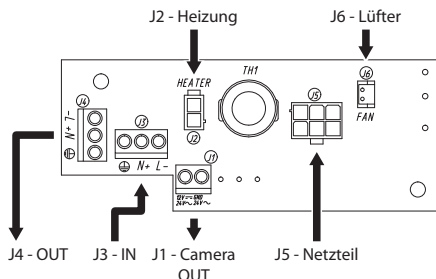
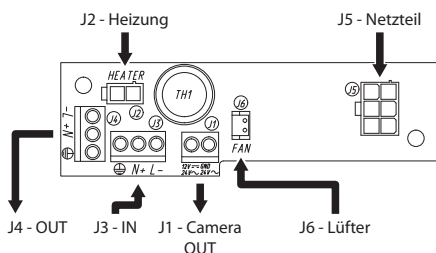

Fig. 05 VERSO.
Fig. 06 VERSO COMPACT.
Die Schutzummantelung der Leiter entfernen und die Leiter an die Klemme J3 anschließen (Fig. 05, Seite 8 und Fig. 06, Seite 8).
Setzen Sie den 2-poligen Stecker am Kabelende an die vorgesehene Stelle der Trägerschaltung, gekennzeichnet durch die Aufschrift J2, HEATER (Fig. 05, Seite 8 und Fig. 06, Seite 8).
Setzen Sie den 6-poligen Stecker am Kabelende an die vorgesehene Stelle des Auflageschaltkreises, gekennzeichnet durch die Aufschrift J5 (Fig. 05, Seite 8 und Fig. 06, Seite 8).
**! Der Lüfter ist nach der Anleitung einzubauen (Fig. 05), damit die Luft im Gehäuse-innern richtig zirkulieren kann.**
Fügen Sie den 2- poligen Stecker am Kabelende in die vorgesehene, mit J6 (FAN) gekennzeichnete Stelle des Auflageschaltkreises ein (Fig. 05, Seite 8 und Fig. 06, Seite 8).